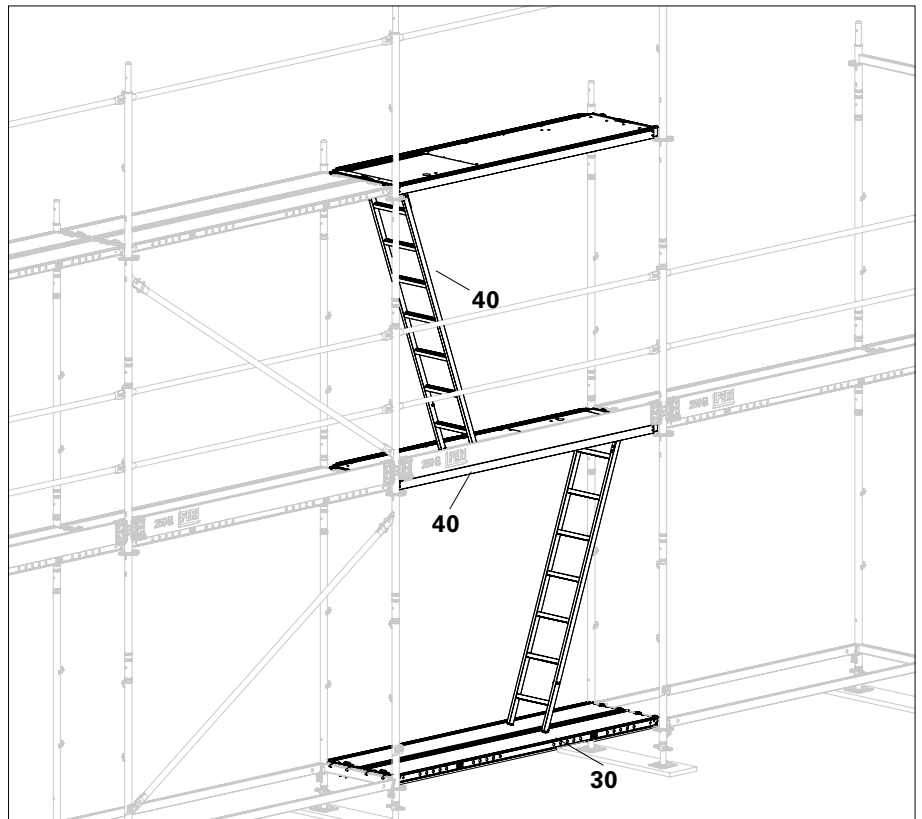

Abb. B7.12
1. Stahlbelag EDS (30) oder Kombibelag EDW auf der untersten Lage als Basis für die erste Leiter montieren.
2. In den folgenden Gerüstlagen in diesem Feld statt dem Belag EDS / EDW eine Leitertafel EAW-L (40) einbauen.
- Leitertafel EAW-L ist montiert. (Abb. B7.12)